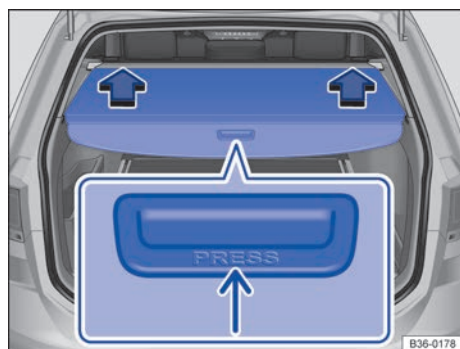

Fig. 230 En el maletero: cubierta del maletero cerrada.
- Presione la parte trasera de la cubierta → fig. 230 (flecha pequeña) un poco hacia abajo. La cubierta se abre automáticamente hasta el centro del maletero.